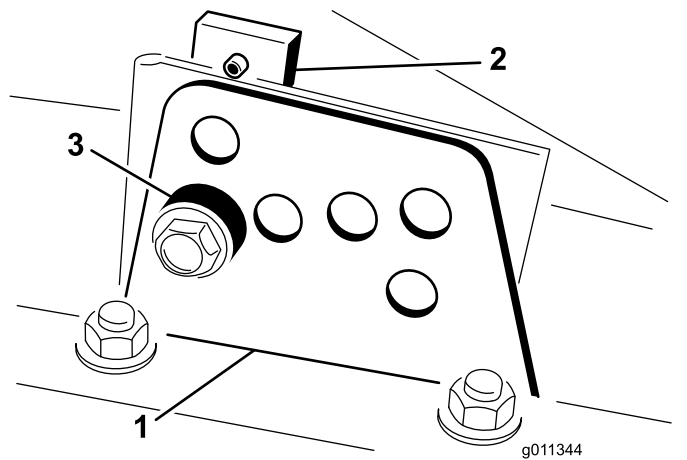

Figura 19
2. Allentate il bullone che fissa ogni staffa dell'altezza di taglio alla relativa piastra (lati anteriore e laterali), come illustrato nella Figura 19.
4. Supportate l'alloggiamento e togliete il distanziale (Figura 19).